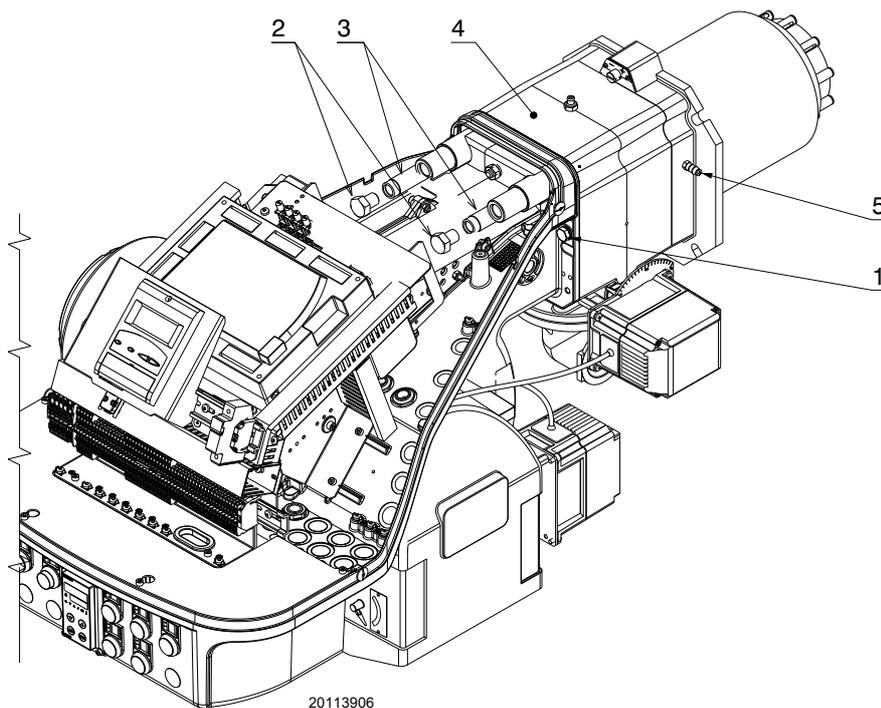

Fig. 20
- insérer les câbles de la sonde et de l'électrode, puis faire glisser le brûleur jusqu'au manchon ; le brûleur doit rester sur la position illustrée dans la Fig. 20 ;